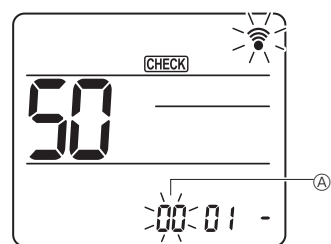

Fig. 6-17
Tryck på knappen [01] för att ställa in enhetsnummer ①. (Fig. 6-17)